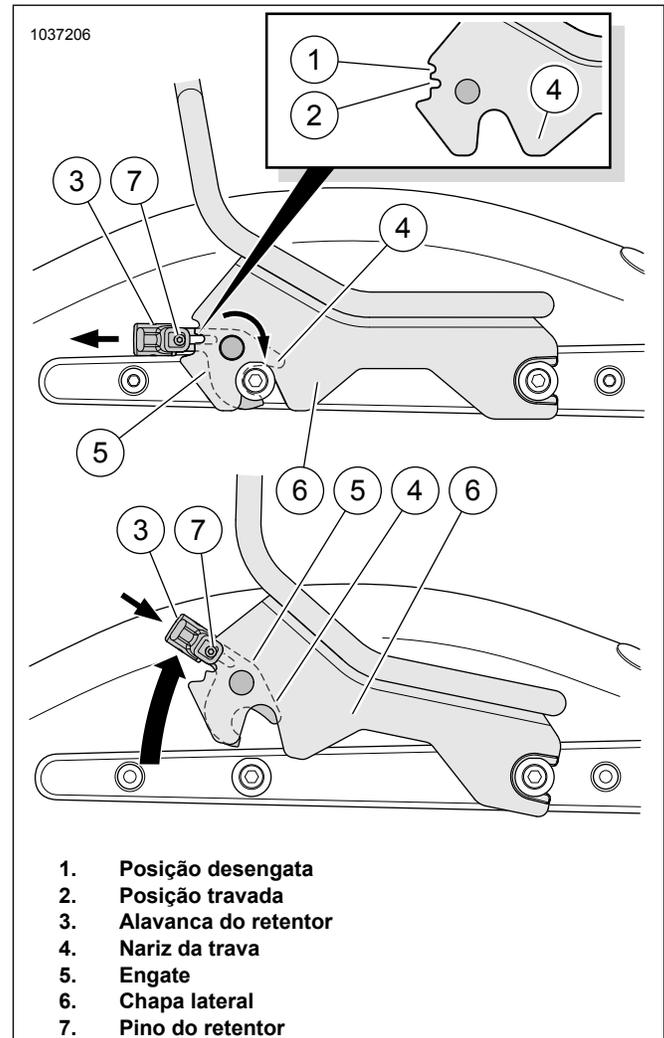

Figura 1. Remoção do acessório removível
1. Veja Figura 1. Remova o acessório removível da motocicleta.
- a. Empurre ambas as alavancas do retentor (3) para cima e para baixo.